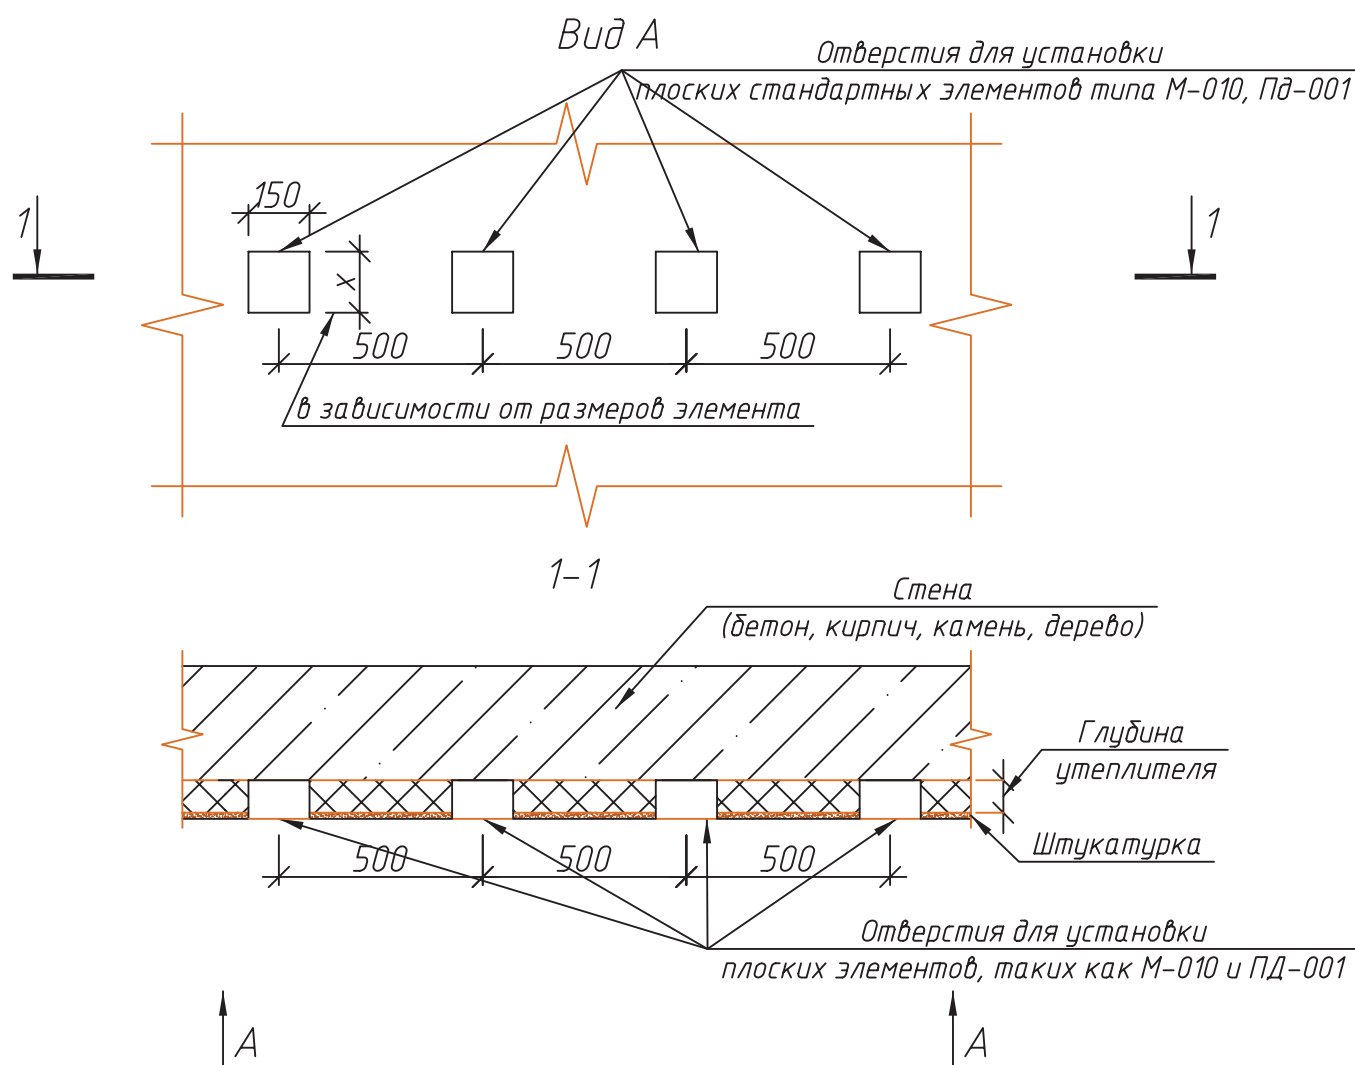

Рис. 4-1
**4.1.1** Размечаем на стене места под отверстия с учётом длины и размеров погонажных изделий. Делаем отверстия в стене на глубину утеплителя. Расстояние между отверстиями 350-500 мм. Эти отверстия являются местами жёсткого закрепления изделия на стене (рис. 4-1).